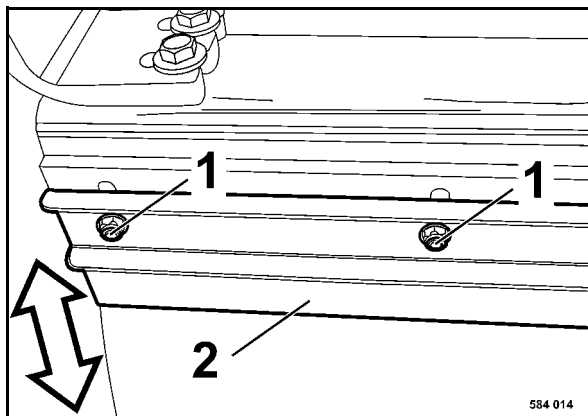

fig. 178
Pour régler le racleurs 2 (fig. 178), desserrer les vis de fixation (1) aux trous oblongs et pousser le racleur jusqu'en butée du bandage.